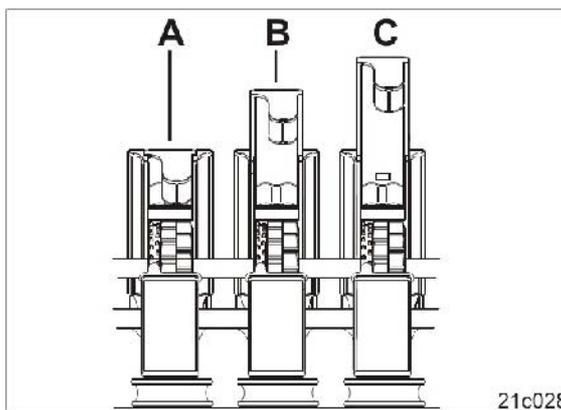

Fig. 124
2. Ajustar la válvula de compuerta (Fig. 124) mediante la tabla "Valores de ajuste" (en la página 122).
Las válvulas de compuerta (Fig. 124) encajan en una de las tres posiciones: